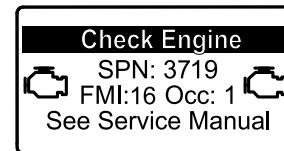

Bild 37
- Wenn eine geparkte Regenerierung erforderlich ist, wird im InfoCenter die Motorwarnung SPN 3719, FMI 16 (Bild 37) angezeigt, und der Computer verringert die Motorleistung auf 85 %.